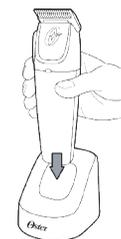

Figure 1
5. Placez la tondeuse sur son socle de charge avec la surface supérieure de l'unité face à vous de sorte que les contacts de la tondeuse soient alignés avec les contacts du socle de charge. La surface supérieure de l'unité se reconnaît à son interrupteur (Figure 1).